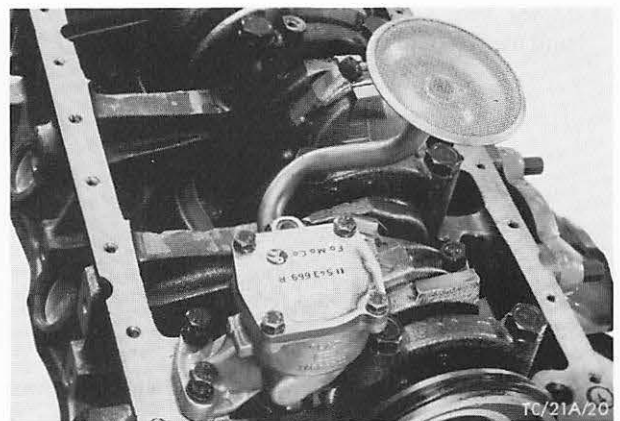

Abb. 169 Ölpumpe montieren
55. Ölpumpe komplett mit Ansaugrohr aufsetzen und Schrauben mit vorgeschriebenem Drehmoment festdrehen, Abb. 169.